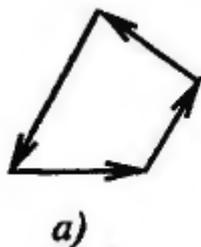

Рис.1.3
- По изображенным многоугольникам сил (рис.1.3) решите, сколько сил входит в каждую систему и какая из них уравновешена. (Обратите внимание на направление векторов)